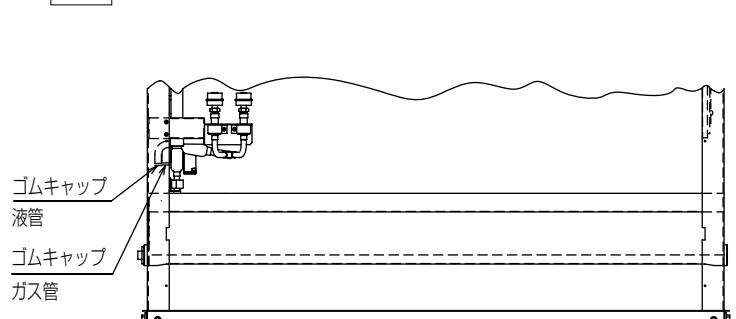

図7
(3) 図7に示すガス管接続部および液管接続部のゴムキャップを取り外して、配管内に封入されている窒素ガスを抜いてください。